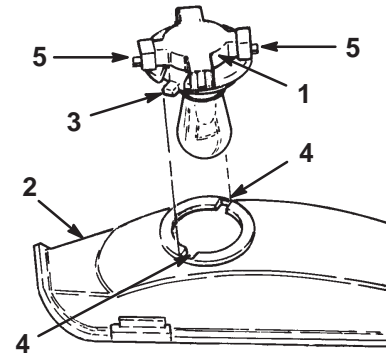

Bild 31
8. Drehen Sie die Birnenfassung um 1/4 Umdrehung entgegen des Uhrzeigersinns und nehmen sie aus dem Reflektor heraus (Bild 31).
4. Richten Sie die Laschen an der Birnenfassung (Bild 31) mit den Schlitten im Reflektor aus, setzen die Birnenfassung in den Reflektor ein und drehen Sie sie im Uhrzeigersinn um eine 1/4 Umdrehung bis zum Anschlag.